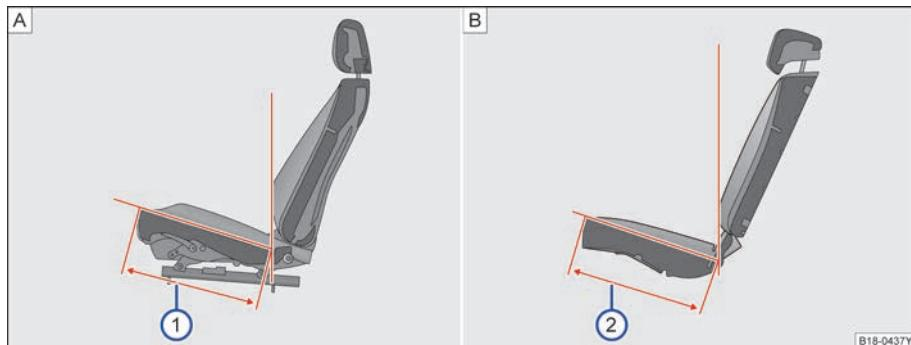

图 63 座椅坐垫深
476mm⇒图 63[B]①。
476mm（视车型不同而有所区别）⇒图 63[A]①。